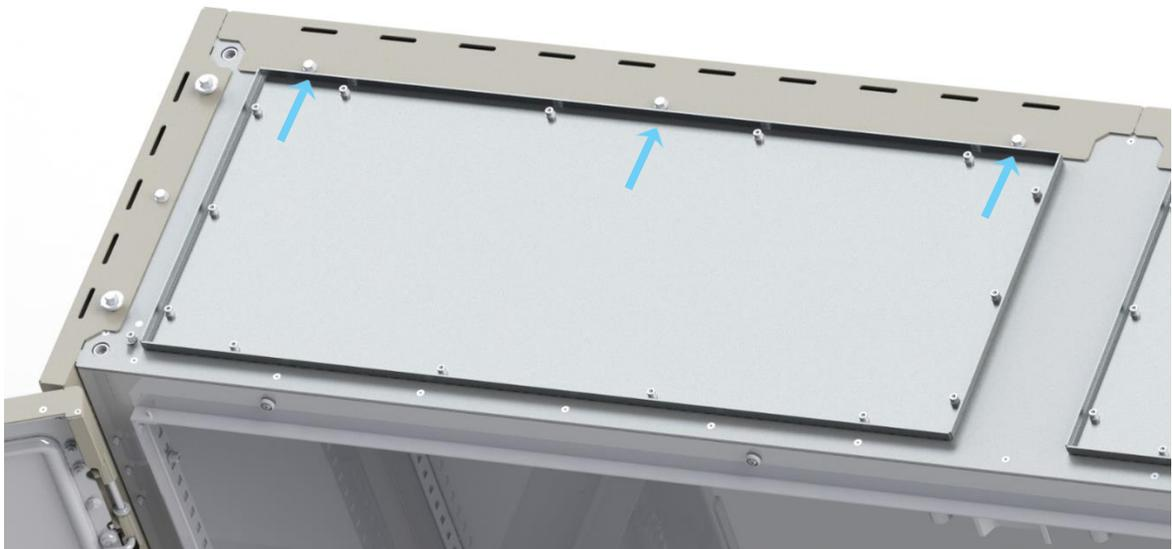

Bild 17: Entfernen der Rückwände
- Die rückwärtigen Schrauben M6 SW10 entfernen und Rückwandteile aus der Verankerung nach oben abheben (Siehe Bild 17).